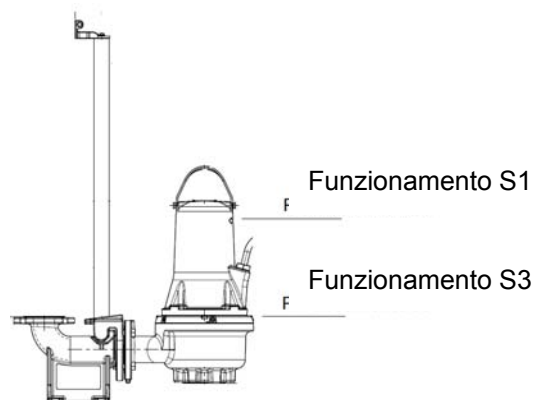

Fig. 2 Livelli di arresto
- **Funzionamento S1** (funzionamento continuo), la pompa deve essere sempre coperta dal liquido pompato fino alla parte superiore del motore. Vedi fig. 2.
- **Funzionamento S3** (funzionamento intermittente), la pompa deve essere sempre coperta dal liquido pompato fino alla parte superiore del corpo pompa. Vedi fig. 2.